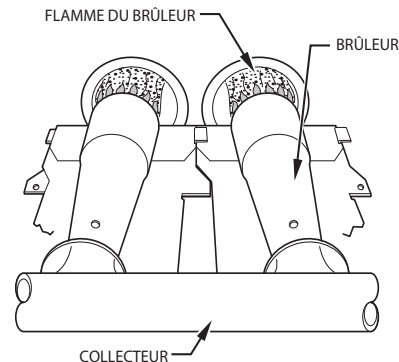

Fig. 64 – Flamme du brûleur
- c. Lorsque vous aurez obtenu l'admission correcte, remplacez les capuchons qui masquent les vis de calage du régulateur. La flamme du brûleur principal doit être d'un bleu clair, presque transparent (consultez la Fig. 64).